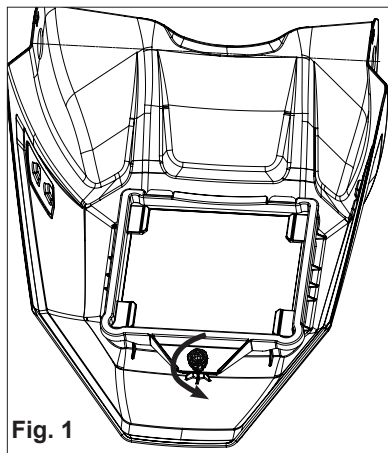

Fig. 1
1. Loosen the captive screw on the inside of the passive welding hood (**Fig. 1**).
1. Desserrez la vis imperdable située à l'intérieur du casque de soudage passif (**Fig. 1**).
1. Afloje el tornillo cautivo situado en el interior de la capucha de soldadura pasiva (**Fig. 1**).